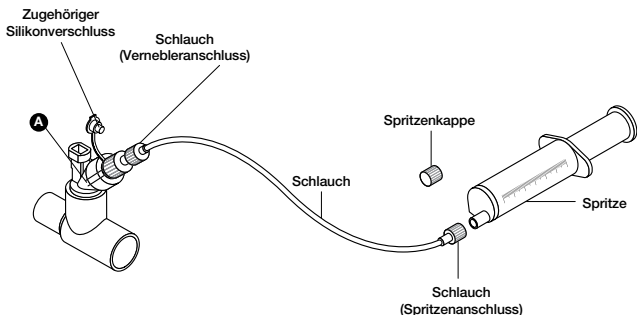

Abbildung 15. Schlauchset für die kontinuierliche Vernebelung
7. Die mit dem Medikament gefüllte Spritze in die Spritzeninfusionspumpe einsetzen (Pumpe wird in Abbildung 15 nicht gezeigt) und die geeignete Flussrate einstellen (dabei die Anweisungen des Pumpenhandbuchs oder des Herstellers beachten).